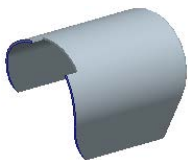
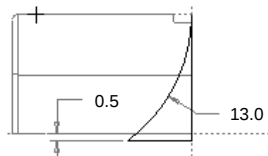

图 11.8.10 创建钣金拉伸切削特征 4
图 11.8.11 截面草图
Step6. 创建图 11.8.10 所示的钣金切削特征 4。选择下拉菜单 **插入(I) → 拉伸(E)...** 命令；在操控板中先确认“实体”类型按钮  被激活，然后确认操控板中的“移除材料”按钮  和“移除与曲面垂直的材料”按钮  被激活；选取 FRONT 基准面为草绘平面，选取 RIGHT 基准面为参照平面，方向为 **顶**；采用默认的草绘参照，特征的截面草图如图 11.8.11 所示，选择深度类型为 ，深度值为 12.0；单击操控板中的“完成”按钮 ，完成特征的创建。